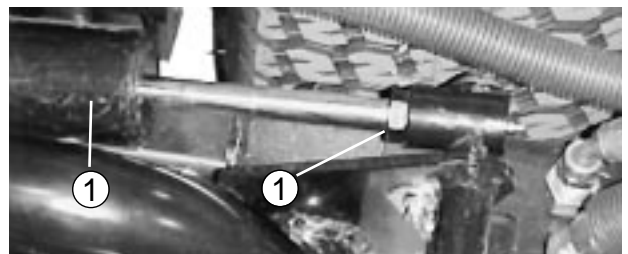

図28
3. エンジンを始動し、昇降アームを上昇させ、後ろカッティングユニットのウェア・パーの上部についているウェア・ストラップからバンパー・ストラップまでの距離（図27）が、0.5～2.5 mmの間にあるかどうか点検する。この範囲になれば、後昇降シリンダを調整する。シリンダの調整は、カッティングユニットを降下させ、シリンダのジャムナット（図28）を戻し、シリンダロッドのナットに近い方の部分をウェスとプライヤで握って回して行う。調整ができたならカッティングユニットを上昇させて隙間を点検し、必要に応じて再調整し、ナットを締める。